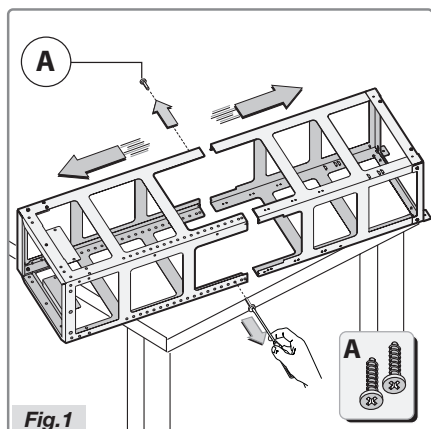

Fig.1
Pour remplacer les lampes allogènes **B** presser le verre **C** de la manière indiquée sur la figure 1.
- Enlever la structure de l'emballage et dévisser les deux vis A pour séparer la partie supérieure de la partie inférieure (Fig.1).